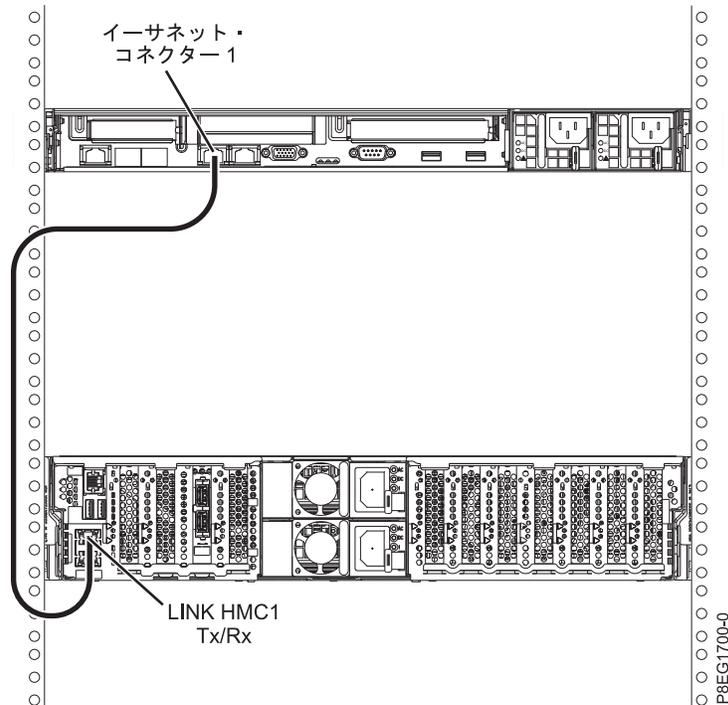

図 17. 管理対象システムへの HMC の取り付け
1. HMC を管理対象システムに直接接続する場合は、HMC の **イーサネット・コネクタ 1** を管理対象システムの **HMC1** ポートに接続します。『16 ページの図 17』を参照してください。